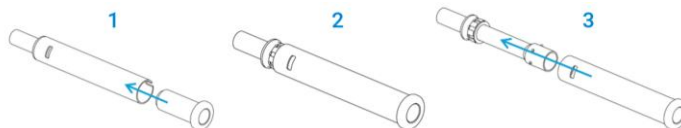

Figura 11 Vista dettagliata che mostra lo smontaggio del set di tubi esterni in ceramica
1. Inserire l'estremità stretta dello strumento per il set di tubi nella parte superiore del set di tubi esterni in ceramica. Vedere Figura 11.